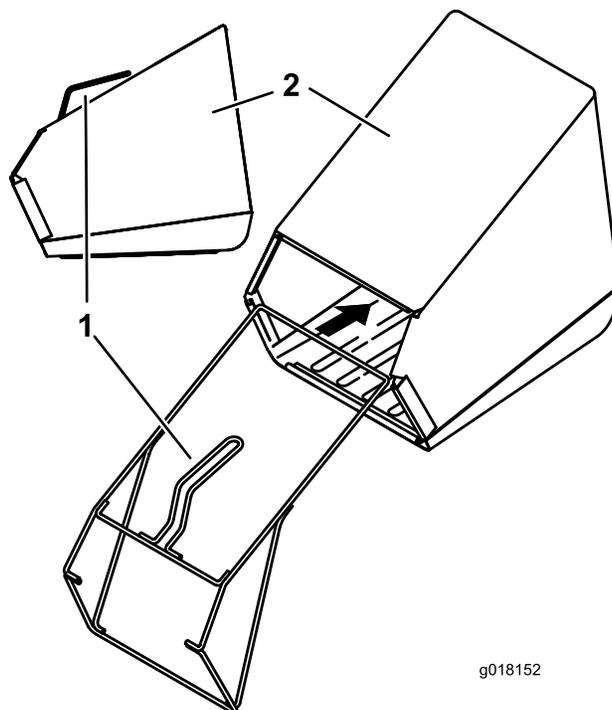

Figure 4
1. Insérez le cadre dans le bac à herbe, en prenant soin de placer la poignée au-dessus du bac (Figure 4).